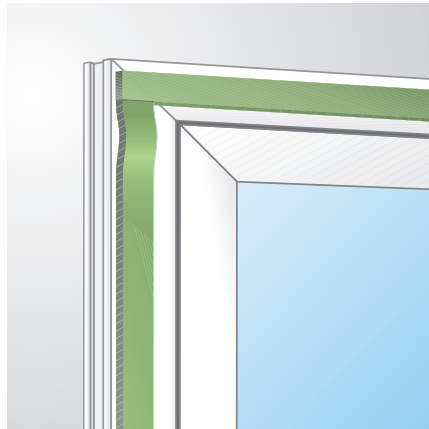

Bild 1: ECKAUSLEGUNG bei der Fenstermontage
- illbruck illmod max darf nicht um die Blendrahmenecke geführt werden (Bild 1).
- Die Bänder werden stumpf gestoßen (Bild 1 + 2).